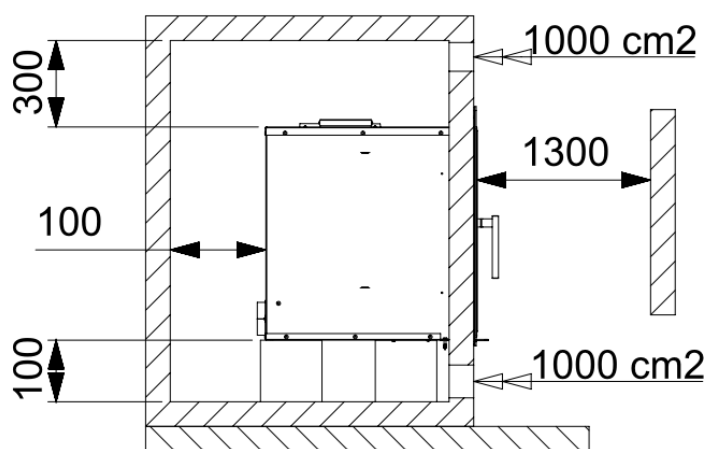

Fig. 6
- Quando se montar o aparelho, deve-se ter em conta as distâncias de segurança necessárias, tanto do aparelho como da chaminé, das superfícies inflamáveis (paredes de madeira ou forradas com papel, chão de madeira, etc.). Estas distâncias também deverão ser respeitadas quando o revestimento das paredes ou zonas próximas seja suscetível de deterioração ou deformação por efeito da temperatura (vernizes, tintas, P.V.C., etc.). **Fig. 6**